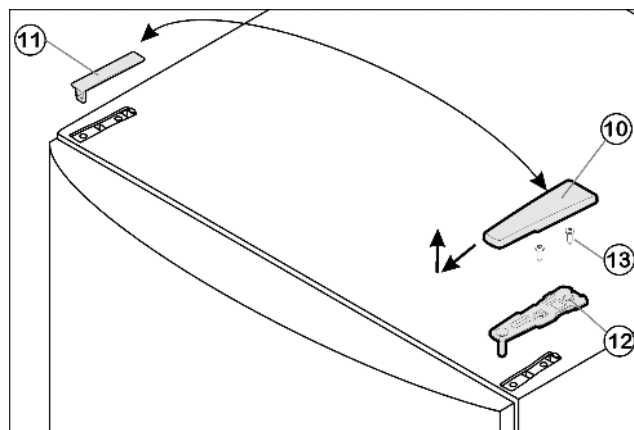

Fig. 4
- ▶ Afdekking Fig. 4 (10) naar voren en boven wegtrekken.
- ▶ Afdekking Fig. 4 (11) eraf nemen.
- ▶ Bovenste lagerbus Fig. 4 (12) losschroeven (2 maal Torx® 25) Fig. 4 (13) en naar boven eraf trekken.
- ▶ Plaats de bovenste lagerbus Fig. 4 (12) aan de nieuwe scharnierkant in de deur.
- ▶ Bovenste lagerbus Fig. 4 (12) goed (met 4 Nm) vastschroeven (2 maal Torx® 25) Fig. 4 (13). Steek de schroefgaten indien nodig voor of gebruik de accuschroevendraaier.
- ▶ Afdekking Fig. 4 (10) en afdekking Fig. 4 (11) elk op de tegenoverliggende zijde vastklikken.